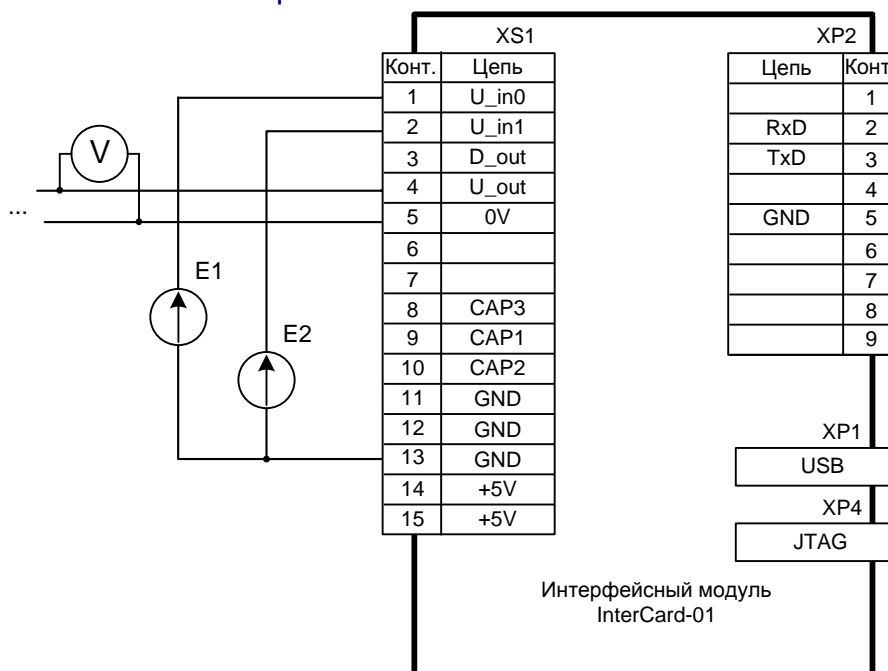

Рис. 8. Схема подключения аналоговых входов и выхода
4.7.2. Пример схемы использования двух аналоговых входов и одного выхода комплекта показан на рис. 8.